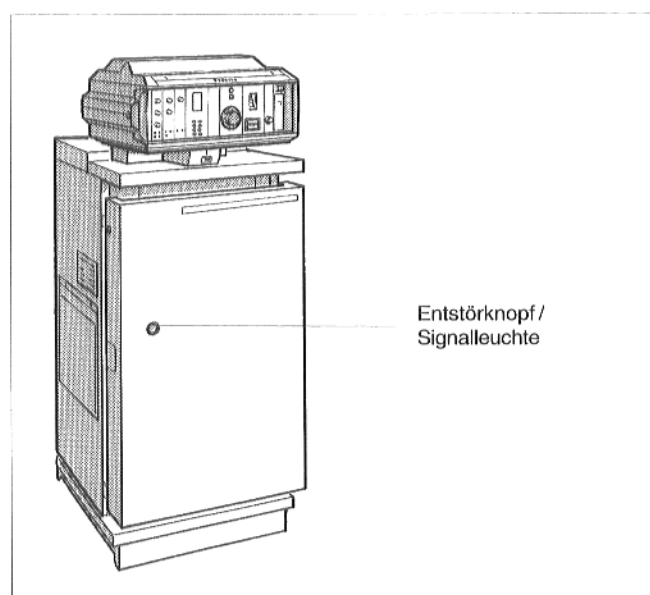

Abb. 3: GE 124 L Lownox Ecomatic; Entstörknopf
- Leuchtet die Signalleuchte am Entstörknopf (Abb. 3), Entstörknopf drücken.